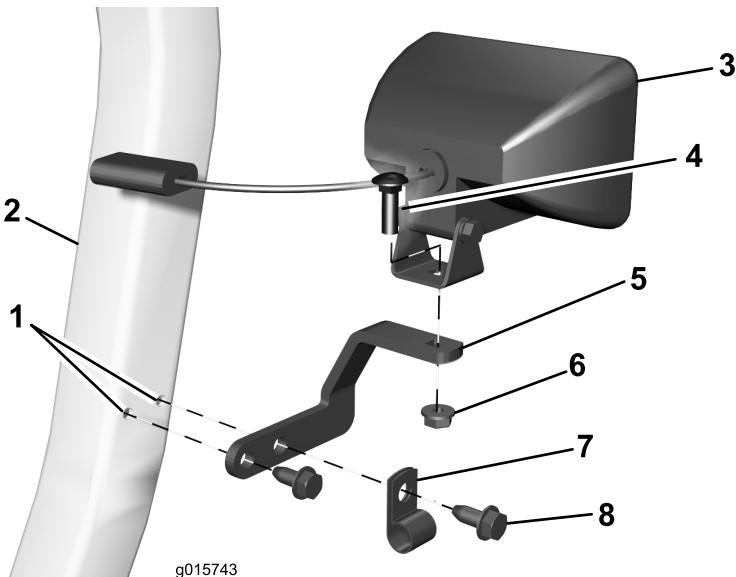

Figure 6
1. Montez le support coudé sur le ROPS, comme illustré à la Figure 6. Faites passer le faisceau de câblage dans le collier en R puis fixez le support coudé avec un collier en R et deux boulons à embase autotaraudeurs.
2. Montez un feu sur le support coudé, comme illustré à la Figure 6. Fixez le feu avec un boulon de carrosserie et un écrou à embase (5/16").